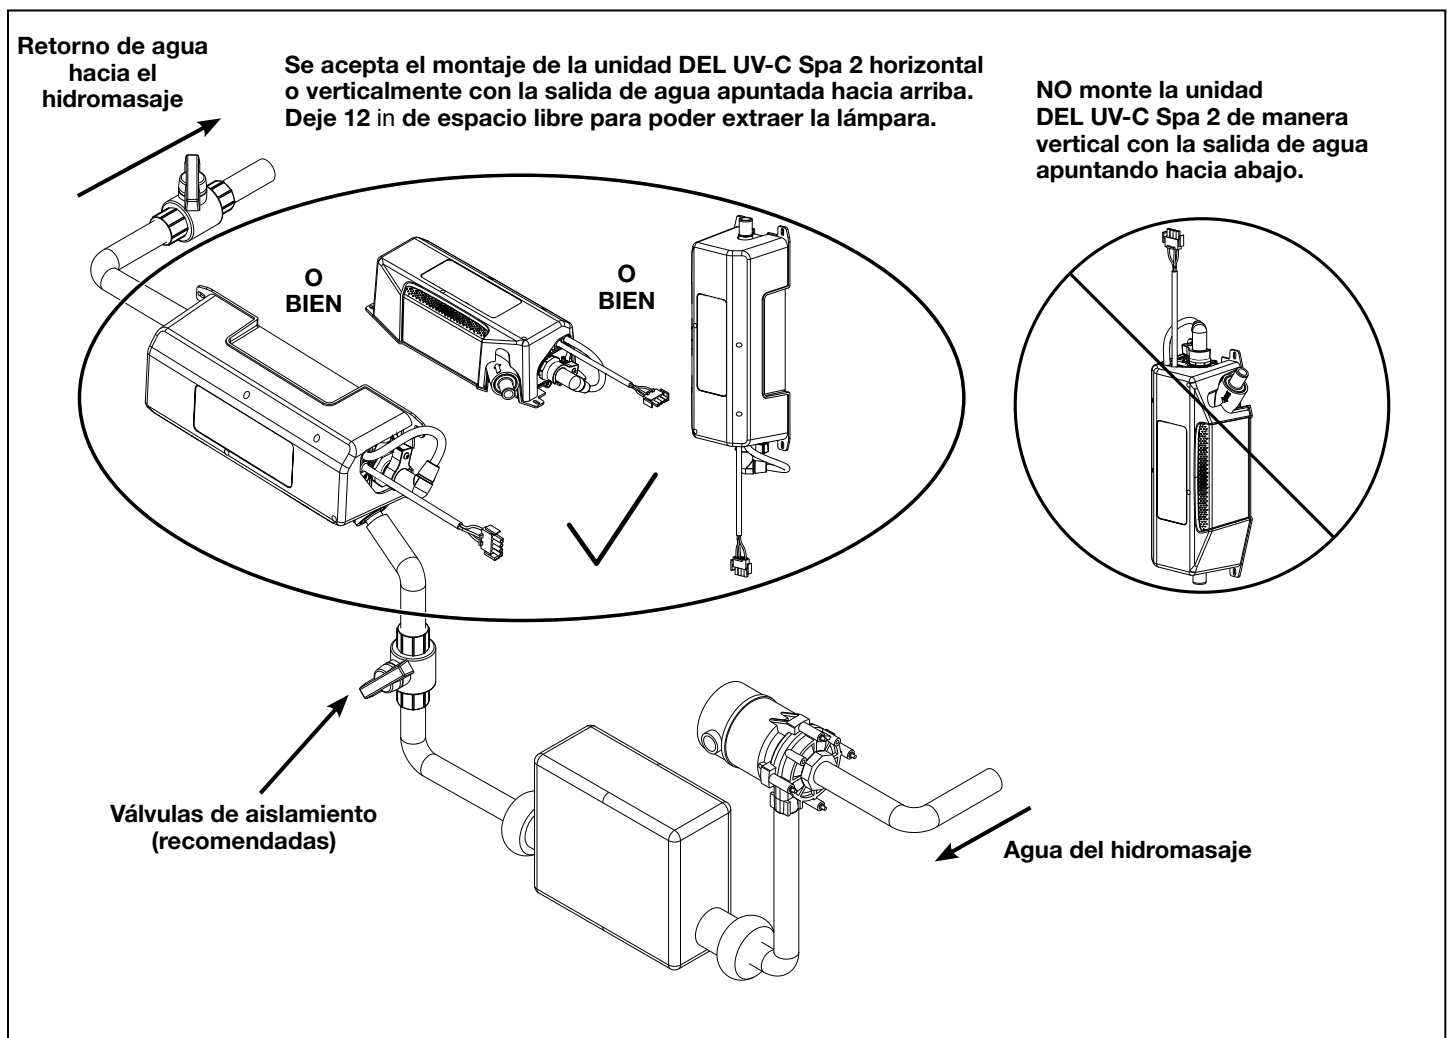

Figura 2. Diagrama de tuberías de DEL UV-C Spa 2
- Se permite cualquier orientación de montaje ortogonal, que no sea vertical con la salida de agua apuntando hacia abajo. La orientación de montaje más habitual es horizontal, como se muestra en la Figura 2.